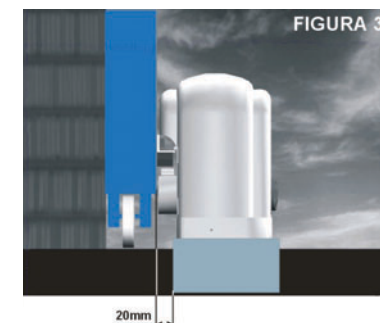

FIGURA 3
* A distância entre a base de concreto e a face da folha do portão deverá ser de 20mm. Observe a figura 3.